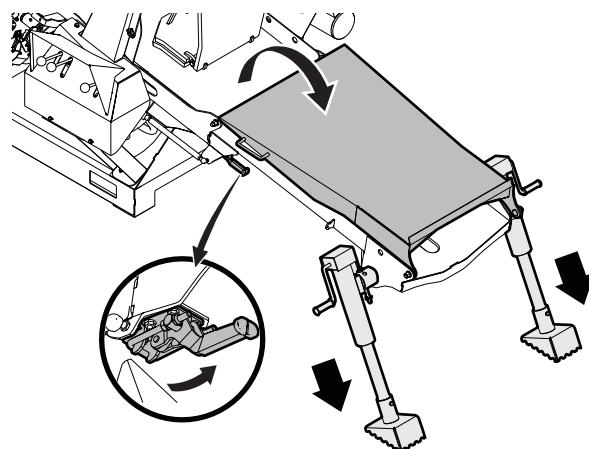

Figure 14—Enclenchez les loquets à bascule et dépliez la goulotte d'amenée
4. Fermez les deux loquets à bascule pour raccorder la goulotte du chargeur de grumes au châssis de l'équipement. Les loquets à bascule sont situés sur le fond de la goulotte du chargeur de grumes. Voir *Figure 14*.